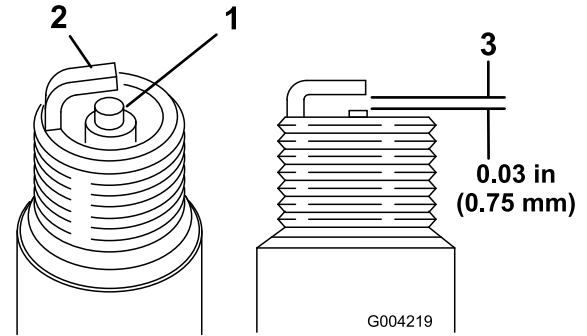

图16
1. 查看两个火花塞的中心（图16）。如果您看到绝缘体上有浅棕色或浅灰色涂层、说明发动机运行正常。如果绝缘体上的涂层为黑色、则通常意味着空气滤清器已变脏。
2. 检查中心电极与侧电极之间的气隙（图16）。
3. 如果气隙不正确，请弯转侧电极（图16）。